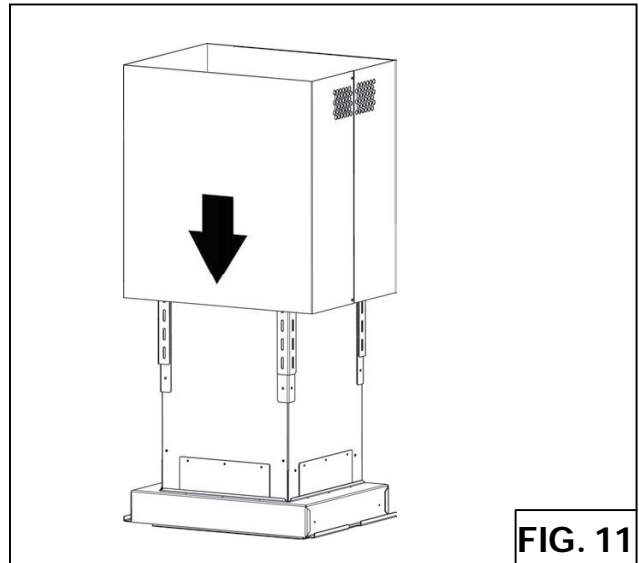

FIG. 11
1. Sujete el **conducto superior** a la parte superior del armazón de soporte (Fig.11).